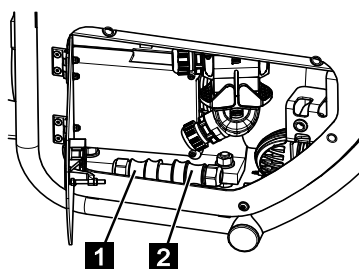

Fig. 154
2. Débrancher le connecteur et l'accouplement (Fig.154/1 et 2).